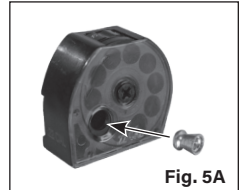

Fig. 5A
3. Sæt haglet ind i magasinets forside med hovedet først (Fig. 5A). Sørg for, at haglet ikke stikker ud på bagsiden af magasinet. Hvis haglet stikker ud, skubbes det blot ind igen.